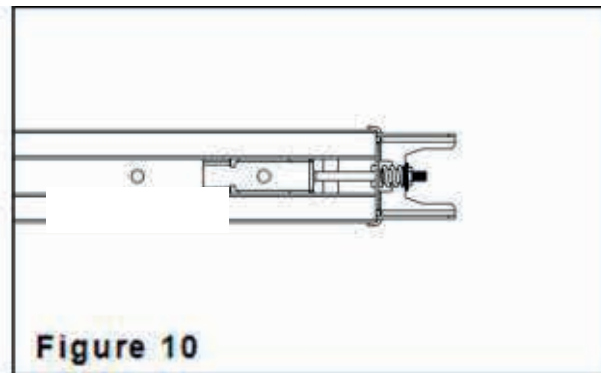

Fig:10
4. Aprete el perno en la posición correcta como es en la Fig. 10, corte la cinta plástica, hasta ahí el ensamble del riel estará terminado. termine de guiar la cadena interna hasta su posición final en el riel.